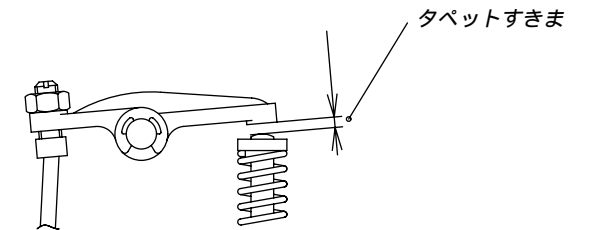

図2
- タペットすきま(図2)は出荷時に調整してありますので、最初はそのままブレークインを行ってください。